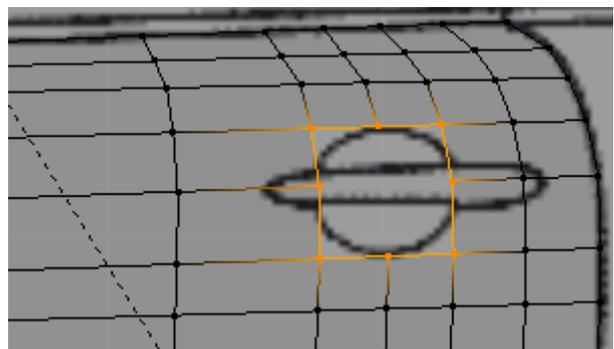

Figura 4.173
3. Elimine o vértice central, **[X]**, e seleccione o contorno, **[Alt]+[RMB]**, figura 4.173.